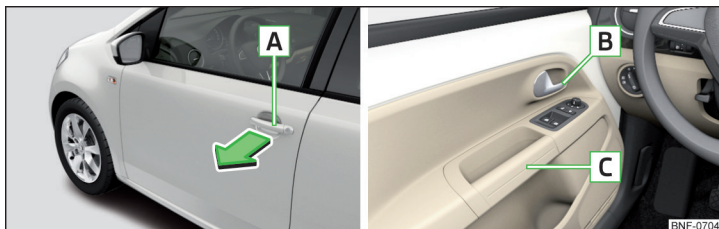

Fig. 32 Mănerul portierei/maneta de deschidere a portierei
- Pentru **deschiderea din exterior**, descuiați autovehiculul și trageți de mânerul portierei **A** în sensul săgeții » fig. 32.